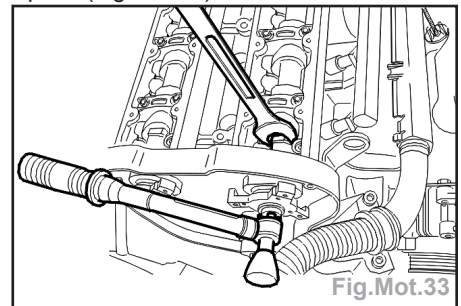

Fig.Mot.33
- Serrer les vis de fixation des moyeux sur l'arbre à cames à 7,5 daN.m en immobilisant l'arbre à cames à l'aide d'une clé plate (Fig.Mot.33).